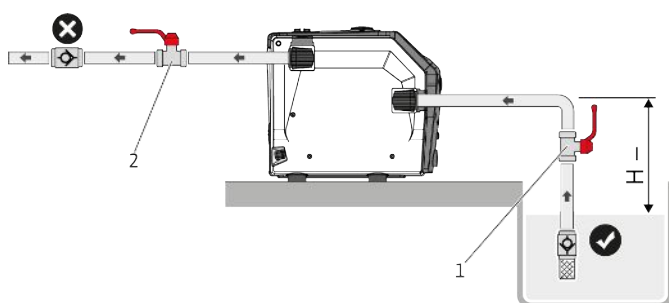
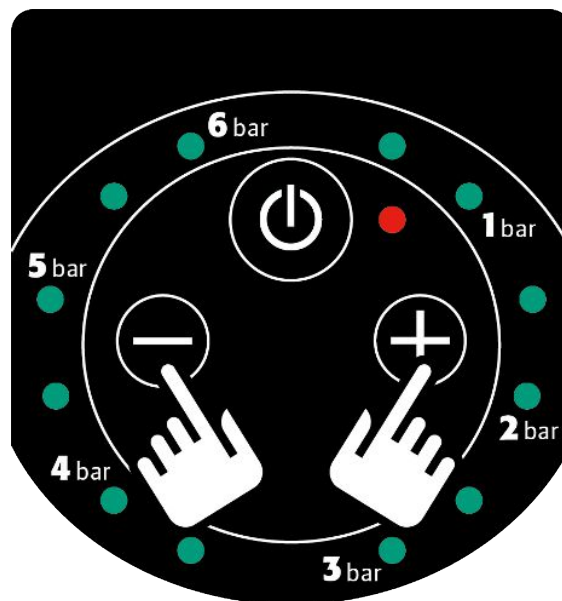

Fig. 8: Afzuigmodus
Fig. 11: Bedieningstoetsen + en -
1. Druk 1 keer op de bedieningstoets Aan/Uit (Fig. 11) als het product in het lastbedrijf (Fig. 8) is geïnstalleerd.
2. Druk de bedieningstoets “Aan/Uit” op het bedieningsveld in (Fig. 11).